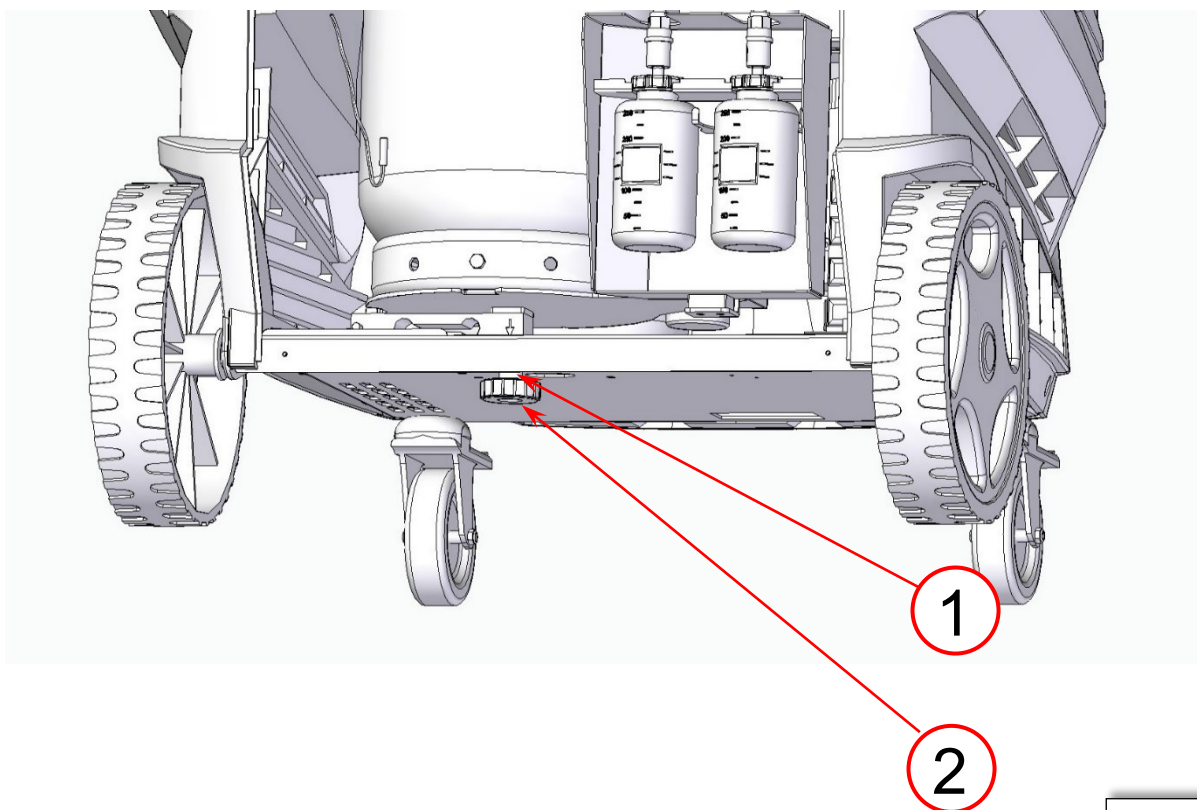

ABB. 3
1. Um die Schutzvorrichtungen unter der Kältemittelwaage zu entfernen, muss die Sicherungsmutter gelöst werden (Bez. 1, Abb. 3), der Knopf (Bez. 2, Abb. 3) muss abgeschraubt, entfernt und in einem Behälter gelagert werden sicherer Ort.
2. Ziehen Sie den Knopf (Bez. 2, Abb. 3) fest, bis auf dem Display die Meldung NULL angezeigt wird. Ziehen Sie die Mutter (Nr. 1, Abb. 3) fest.